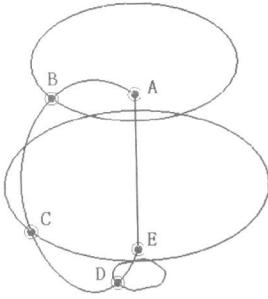

图1-29
7. 使用【样条】功能，参照图 1-29 所示，依次捕捉点，绘制样条曲线。